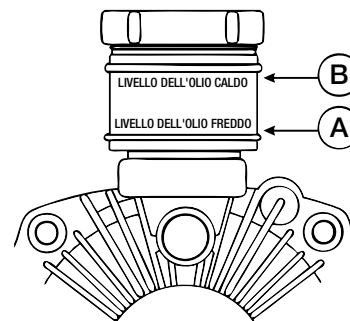

Figura 9. Serbatoio di trasmissione
NON riempire eccessivamente il serbatoio di liquidi (figura 9). Tenere presente che il livello è indicato sul serbatoio. **È essenziale verificare la condizione dell'olio (A) calda o (B) fredda esistente, prima di azionare la sega.** Il riempimento eccessivo della trasmissione con liquidi idraulici può causare la **rottura** dei sigilli, provocando danni meccanici.